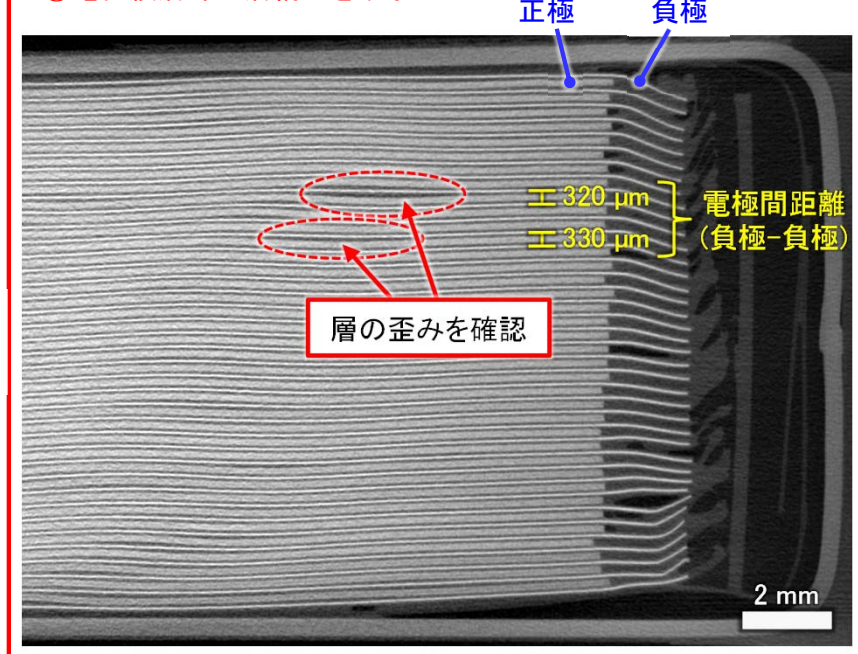

図3: 任意断面のX線CT像
(①②は図3における観察範囲(□)と断面取得方向(→)を示す)